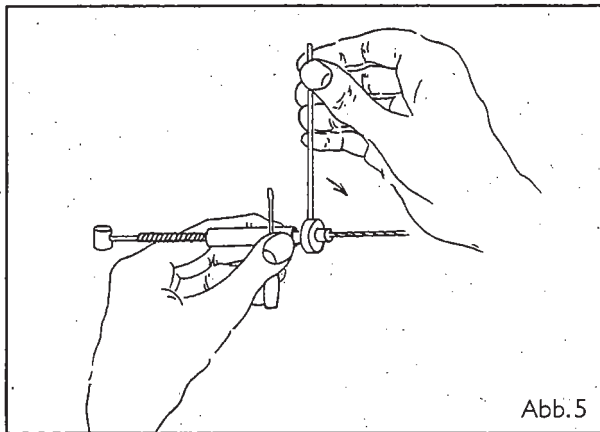

Abb. 5
1. Fädeln Sie das Seil durch Überwurfmutter und Spann- zange, bis es bündig mit dem Ende der Spann- zange abschließt (achten Sie auf die korrekte Position der Spann- zange!). Nehmen Sie das Spannschloß mit Spannschraube aus der Wandbefestigung und stecken Sie die Spann- zange mit dem Seil in das Spannschloß. Drehen Sie mit der Hand die Überwurfmutter so weit wie möglich auf das Spann- schloß. Arretieren Sie das Spannschloß mit dem Schraub- dreher und ziehen Sie die Überwurfmutter mit dem Stahlstift fest an; dadurch schließt sich die Spann- zange fest um das Seil (Abb. 5).